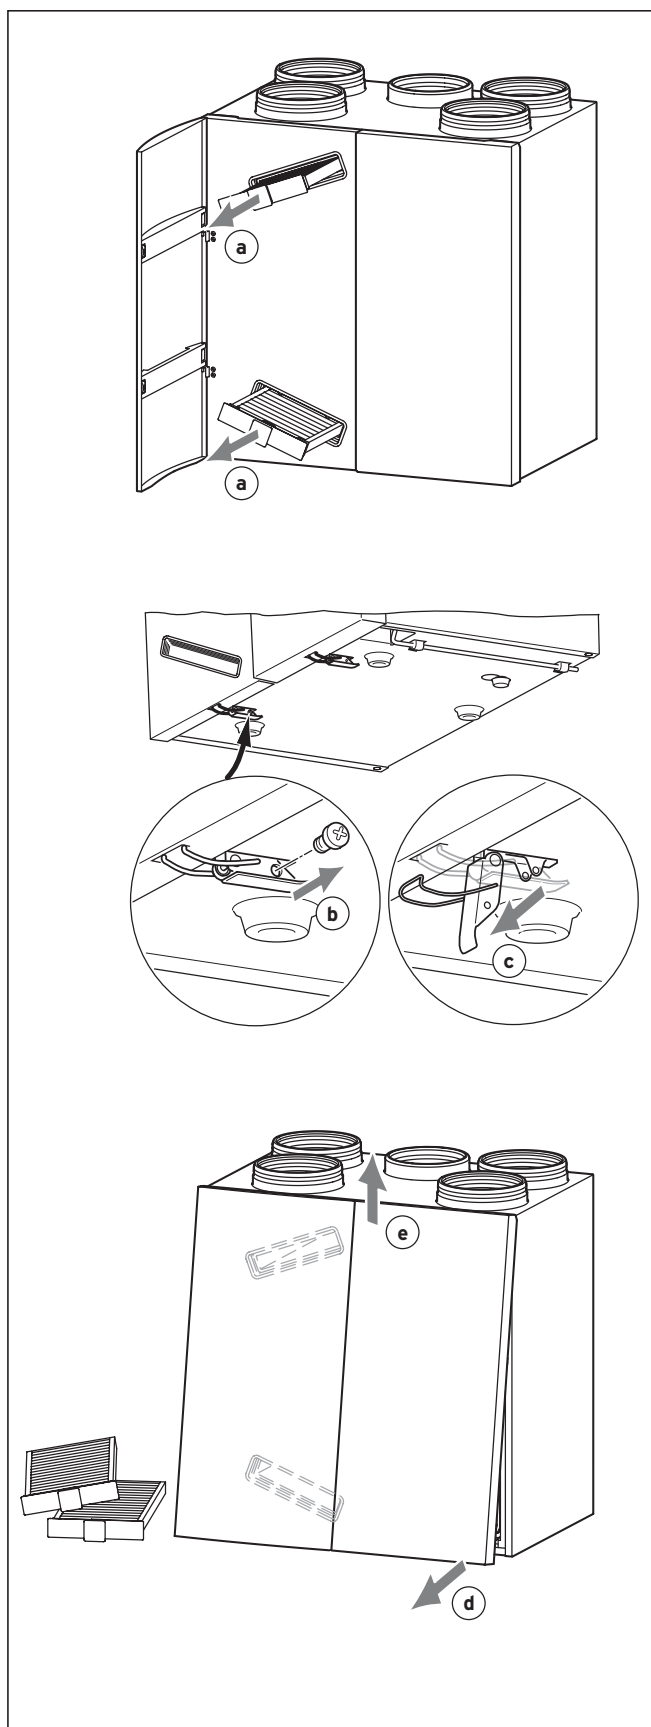

Abb. 4.7 Lüftungsgerät öffnen und schließen
- Ziehen Sie beide Filter aus dem Gerät und schließen Sie danach die Tür (Abb. 4.7, Pos. a)
- Lösen Sie auf der Unterseite des Gerätes die Sicherungsschraube am linken Spannverschluss (Abb. 4.7, Pos. b).
- Danach öffnen Sie die beiden Spannverschlüsse (Abb. 4.7, Pos. c).
- Ziehen Sie die Unterseite der Frontverkleidung zu sich heran (Abb. 4.7, Pos. d).
- Heben Sie die Frontverkleidung über die Befestigungspunkte aus dem Gerät (Abb. 4.7, Pos. e).